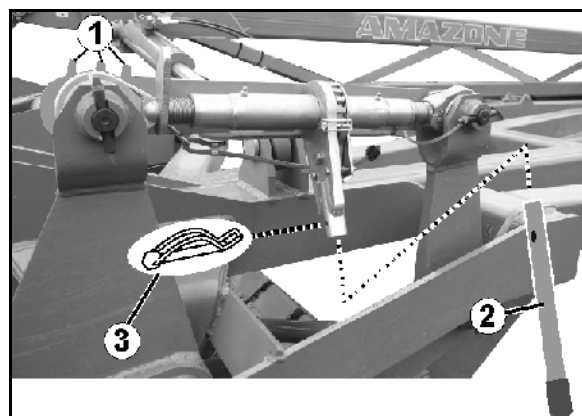

Fig. 46
Ved justering av spindlene til samme lengde vil skalaen være nyttig (Fig. 46/1).
2. Fest håndspaken (Fig. 46/2) med splinten (Fig. 46/3) til skralen (Fig. 46).